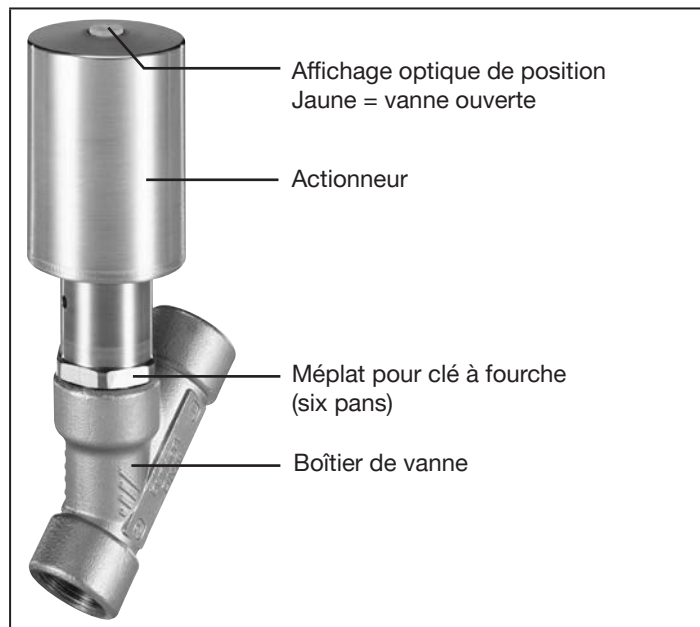

Fig. 4 : Démontez l'actionneur
- Enlever l'actionneur avec la vanne en position d'ouverture à l'aide de la clé à fourche (voir « Fig. 4 »).